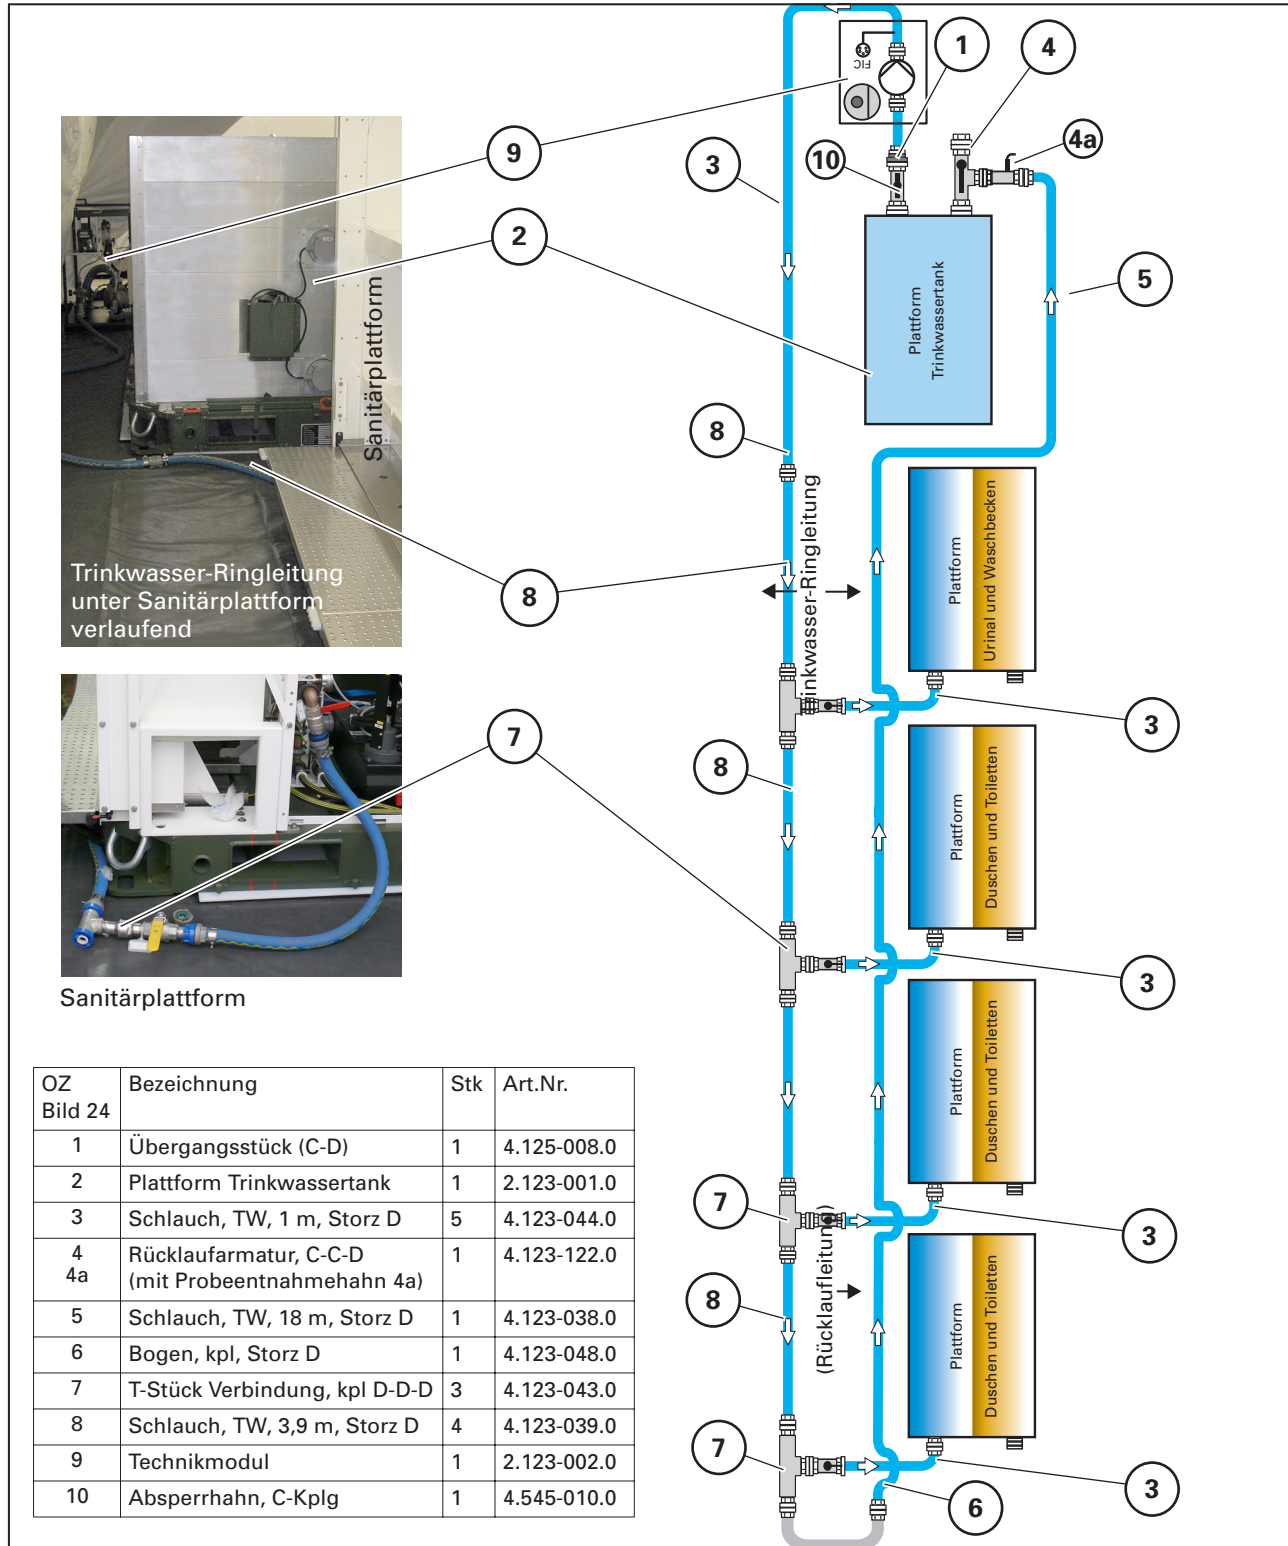

Bild 24 Trinkwasser-Ringleitung
- Zum Einlegen des Inliners (23/2) am Tankaufbau die obere Tür (23/1) abnehmen. Hierzu muss das Technikmodul entfernt werden. Bevor der Inliner ausgebreitet und angeschlossen wird muss die Desinfektion gemäß Abschnitt 3.3.6 und der Spülvorgang gemäß Abschnitt 3.3.7 durchgeführt worden sein. Erst nach der Desinfektion und dem Spülen die in diesem Abschnitt beschriebenen Punkte des Tankanschlusses durchführen. Umbau zunächst gemäß „Trinkwasser-Ringleitung“ (Bild 24).